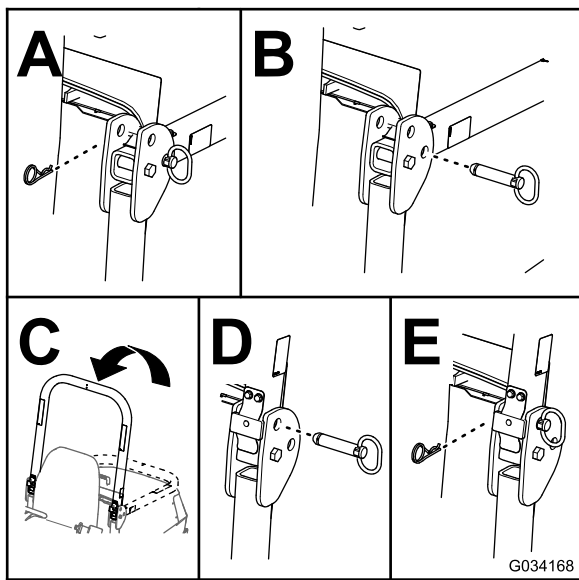

Bild 35
2. Nehmen Sie die Splinte und die Stifte vom Überrollbügel ab (Bild 35).
3. Klappen Sie den Überrollschutz nach oben und befestigen Sie diesen mit den Splinten und Stiften (Bild 35).